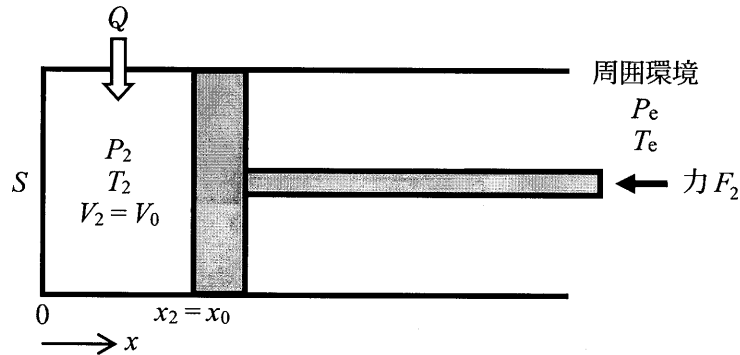

図3 状態2
2) 初期状態において、今度は、図3に示すように、気体が膨張しようとする力に応じた力 F を加えて、ピストンが移動しないようにしながら、外部から1)と同じ熱量 Q を供給したところ、最終的に加える力は F_2 となり、体積 V_0 は変化せず、シリンダ内の温度及び圧力が変化した。この状態を状態2とする。
① 2) の変化後、図3の状態2において、ピストンが動かないようにするために加えた力 F_2 が $6 \times 10^5 \text{ N}$ であった。このとき、シリンダ内と周囲との圧力差は、 $\boxed{\text{A} \mid \text{a.b}} \times 10^{-1} [\text{MPa}]$ となる。